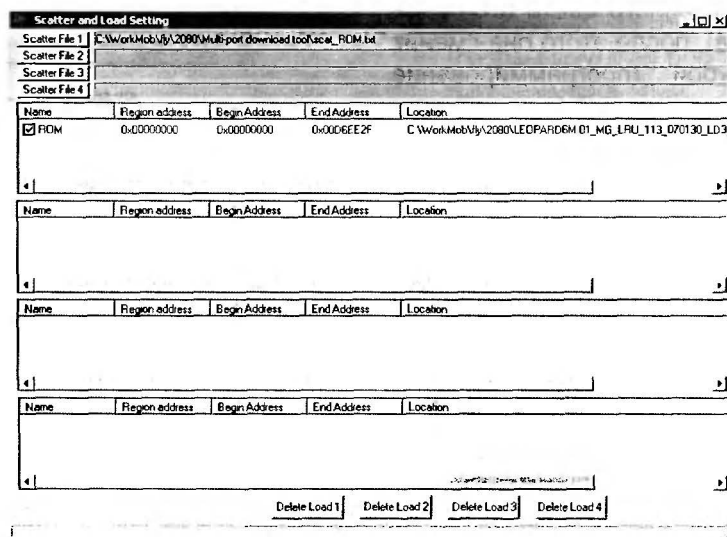

Рис. 2.37. Выбор файлов для загрузки в телефон
4. Подключают файл, описывающий структуру памяти телефона, для чего заходят в пункт «Scatter and load Settings» основного меню и в выведенном на экран диалоговом окне (рис. 2.37), нажав кнопку «Scatter File 1», выбирают нужный файл (в примере, приведенном на рис. 2.37, — scat_ROM.txt).
6. Закрывают диалоговое окно, изображенное на рис. 2.37. На этом настройку Multi-port Download Tool можно считать законченной.